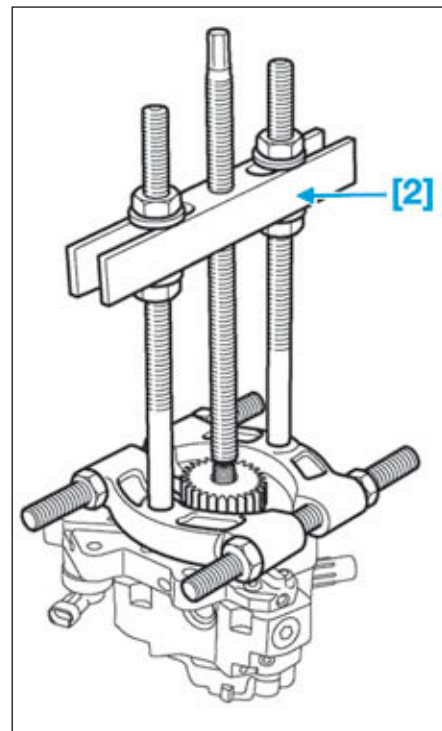

FIG.141
- Positionner une potence [2] (Fig.141) sur le décolleur.